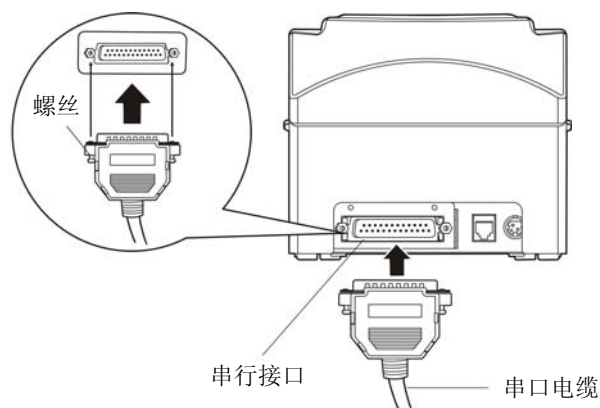

图 2-5 连接串口电缆
1. 关闭计算机和打印机电源，将串口电缆插头连接到打印机的串行接口，拧紧插头两侧的螺丝，固定串口电缆（如图 2-5 所示）。